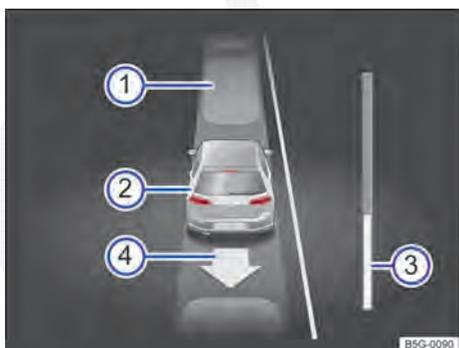

Fig. 147 No display do instrumento combinado: sair da vaga de estacionamento paralela à pista.
Legenda para Fig. 147:
6.	Conduzir em marcha a ré até o sinal de alerta contínuo do Park Pilot, OU: até que apareça a solicitação para conduzir para frente no display do instrumento combinado. As barras de etapas ⇒ Fig. 147  mostram a distância a ser conduzida ⇒ Página 214.